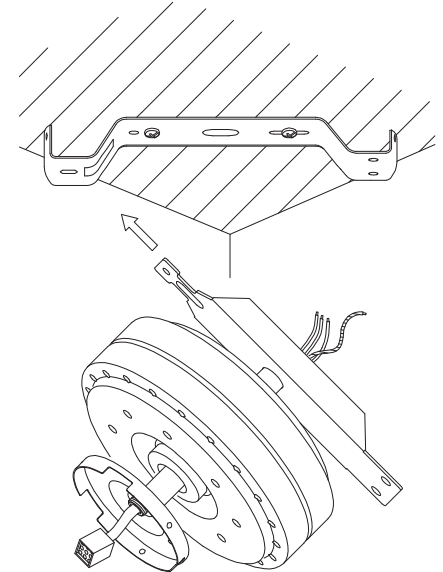

Fig. 5
Étape 2. Soulevez avec précaution l'ensemble plaque de suspension/moteur du ventilateur jusqu'à la plaque de montage au plafond et insérez l'ensemble dans l'une des extrémités de la plaque de montage au plafond. Voir la **Fig. 5**.